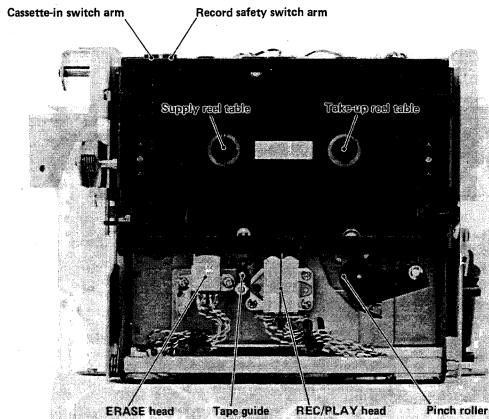

Fig. 3-2 Transport front view トランスポート前面図
2. Push up the cassette switch (transport protection lever) shown in Fig. 3-2, then while holding the cassette switch up, press the PLAY button to engage the pinch roller and capstan shaft.
1. カセット・イン・スイッチ・アーム (図3-2) を上方に押し、プレイ・モードにする。測定中、スイッチ・アームは上方に押し続けること。